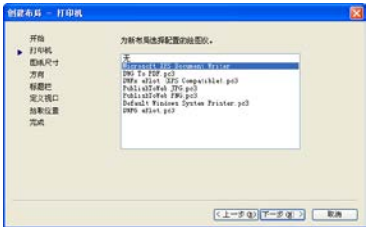

图 13.2 打开【创建布局-打印机】对话框
(2) 单击【下一步】按钮打开【创建布局-打印机】对话框，在【为新布局选择配置的绘图仪】列表框中选择当前配置的打印机类型，如图 13.2 所示。